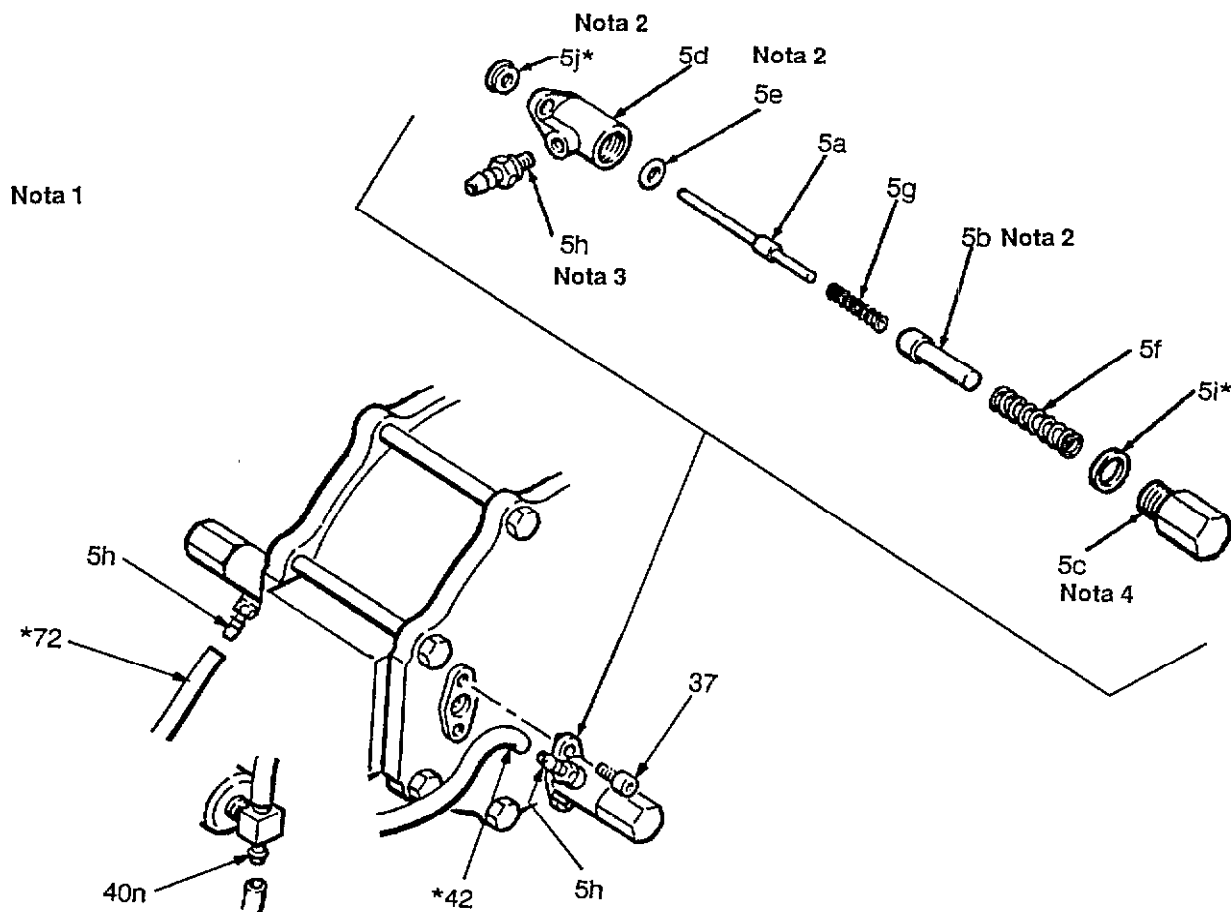

Fig. S-4
- Desenroscar el sombrerete de la válvula (5c) de cada uno de los alojamientos de la válvula (5d) y sacar las piezas. Limpiar y examinar las piezas para detectar posibles huellas de deterioro. Ver la Figura S-4.
- Desatornillar los tornillos de sombrerete (37) y sacar los alojamientos de la válvula piloto (5d). Engrasar las juntas de la varilla (5j*) e instalar una en cada lado de la bomba.